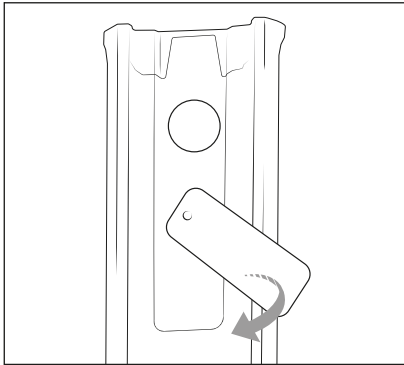

Abb. 6
- 3) Fassen Sie die Verschlusslasche des Frischwassertanks **6** mit den Fingern und ziehen Sie diese nach oben aus der Einfüllöffnung des Frischwassertanks **6**. Schieben Sie die Verschlusslasche zur Seite (siehe Abb. 6).